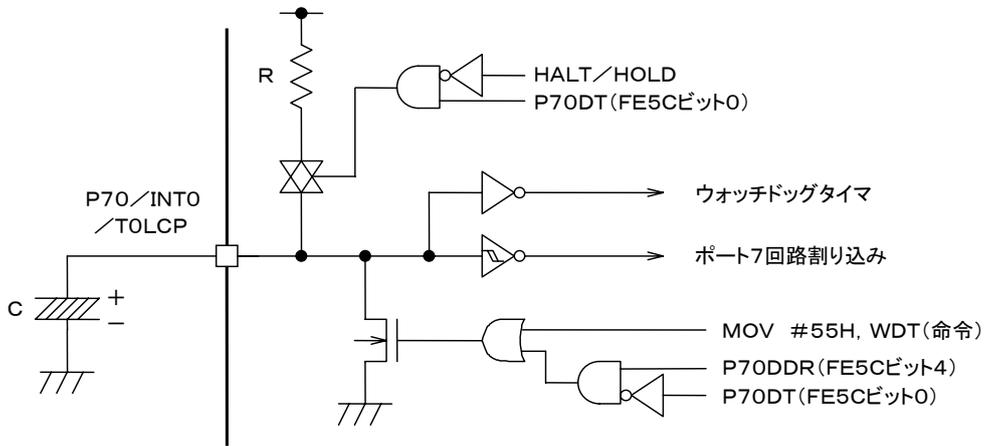

図4-6-3 プルアップ抵抗を使用した場合の応用回路
③レジスタP7 (FE5C)のビット4, 0を0, 1としてP70/INT0/TOLCP端子にプルアップ抵抗をつけた場合、ウォッチドッグタイマで外付けする抵抗を省略することができます(図4-6-3参照)。